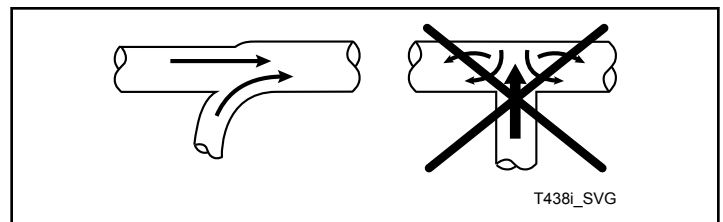

図 19
**注意:** 回転式乾燥機を 90 度の角度で集塵ダクトに接続しないこと。図 19 参照。接続すると過剰な背圧が掛かって、性能が下がってしまいます。2 本の乾燥機排出ダクトを集塵ダクトに入った時点で互いに直接交差させて接続しないこと。